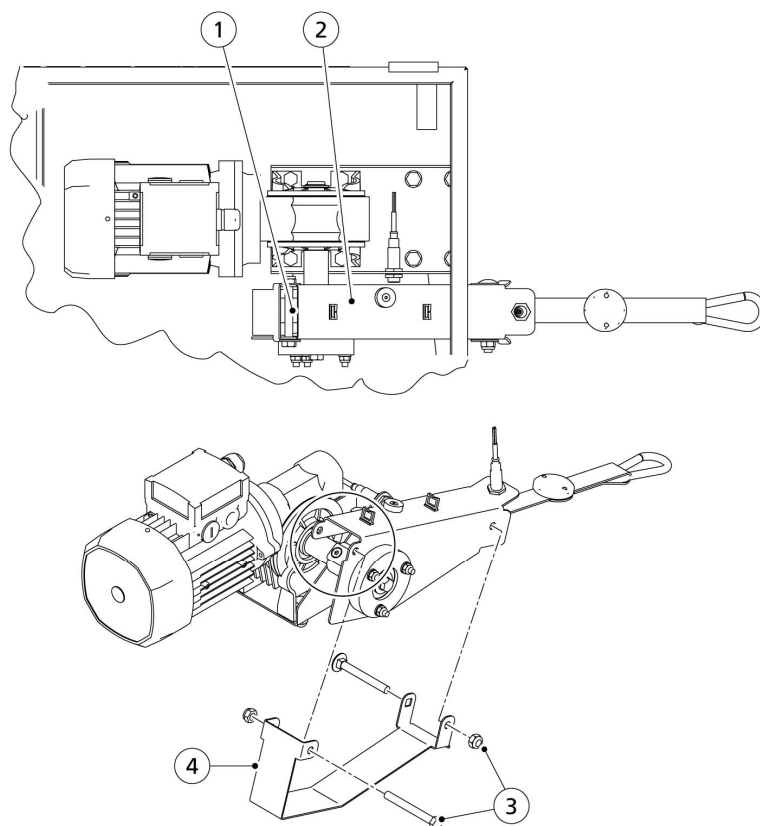
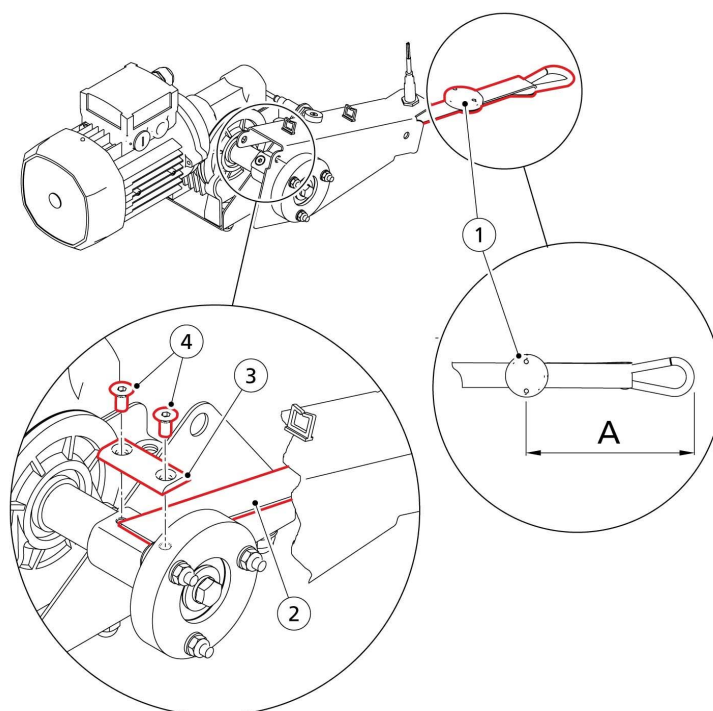

Abbildung 39. Gehäuseabdeckung der M-Box abnehmen
Abbildung 40. Position des Magneten auf dem Gurt der M-Box einstellen
2. Achten Sie darauf, dass sich die Gurtklemme (1, abb. 39, Seite 7-3) oben befindet.
1. Nehmen Sie die Muttern und Schrauben (abb. 39, Seite 7-3) M8 (3) aus dem Trommelgehäuse der M-Box heraus.
2. Entfernen Sie die Abdeckung (4) vom Trommelgehäuse der M-Box.
3. Lösen Sie mit einem Inbusschlüssel die Inbusschrauben (4, abb. 40, Seite 7-3), mit denen der Gurt (2) und die Gurtklemme (3) an der Spule der M-Box befestigt sind.